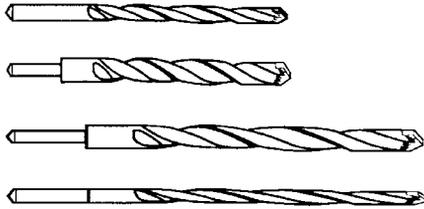

Рис. 5.10. Сверла с алмазными вставками подойдут для сверления бетона (С разрешения компании Keedex Mfg)
- Набор сверл для работы по бетону (рис. 5.10)